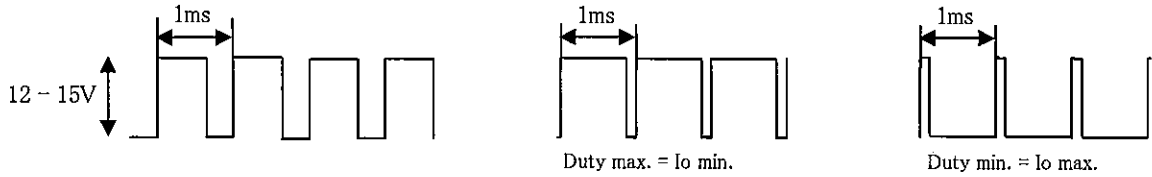

Fig.2 PWM signal
- PWM 信号仕様 制御周波数: 1kHz 印加電圧: 12 - 15Vp-p (Fig.2 参照)
- PWM signal specification Control frequency : 1kHz Voltage : 12 to 15Vp-p (Fig.2)